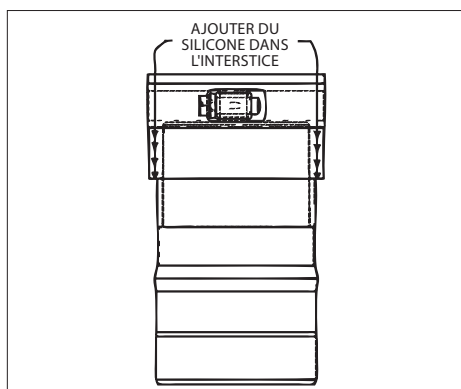

Figure 13
4. Appliquer du silicone RTV 500 dans l'interstice entre le tube intérieur et le tube extérieur de l'adaptateur Flex mâle comme illustré par la **Figure 13**.